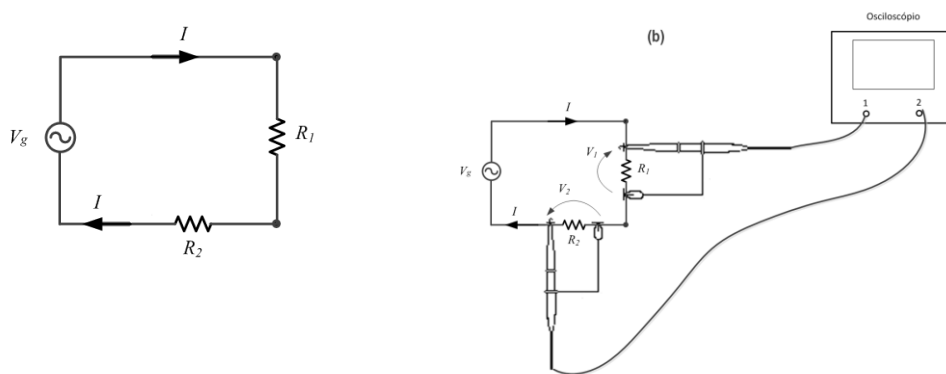

Figura 3 – Diagrama para medição simultânea de tensão e corrente.
- Monte o circuito mostrado na Figura 3 com $R_1 = 10\text{k } \Omega$ e $R_2 = 100 \text{ } \Omega$.